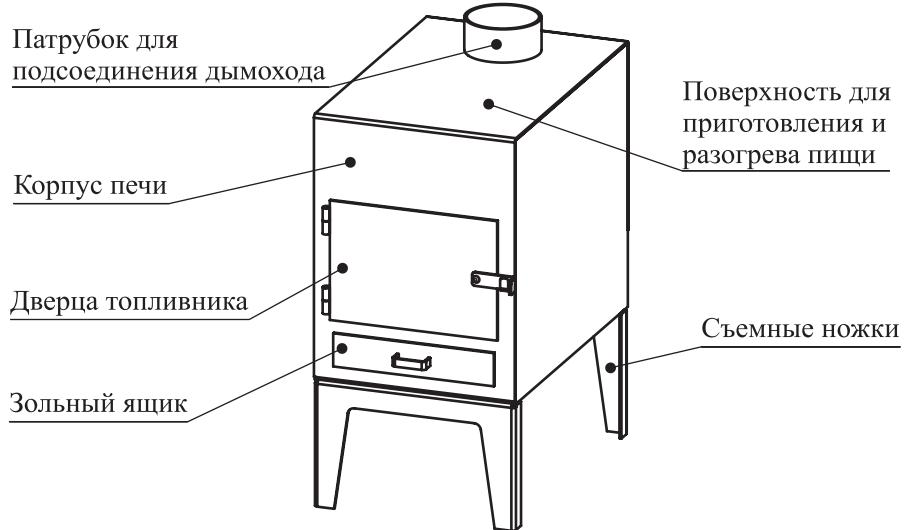

Рис. 1. Конструкция печи "Гном"
*Изображение печей, представленное на Рис. 1, Рис 2 является схематичным и может отличаться от реального вида печей.